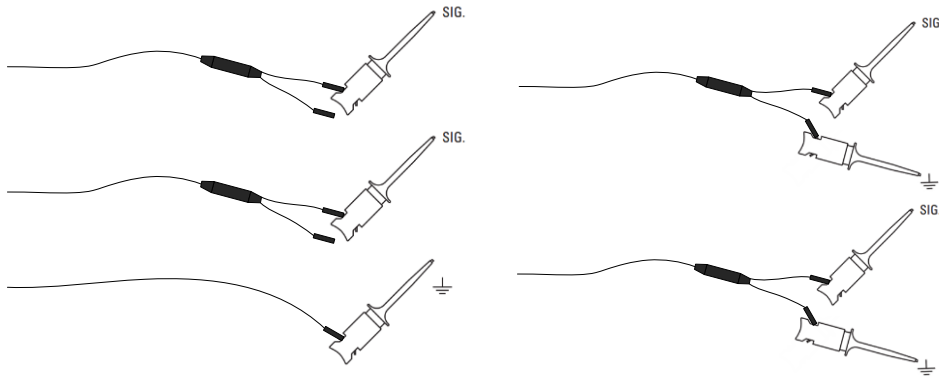

图 2-4
4) 根据测量需求，连接通道至被测信号。对于低频信号 (<5MHz)，可以仅连接被测信号和一个公共地信号（图 2-4 左），对于高频信号，建议每个通道单独接地，以获得最佳的信号完整性（图 2-4 右）。